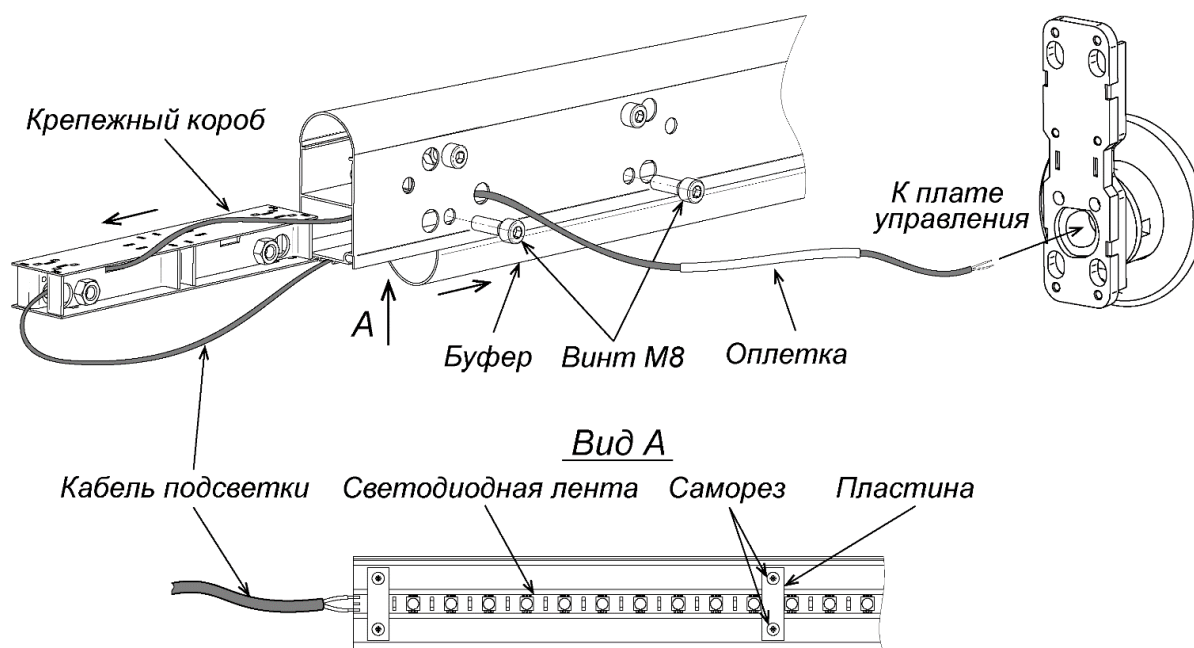
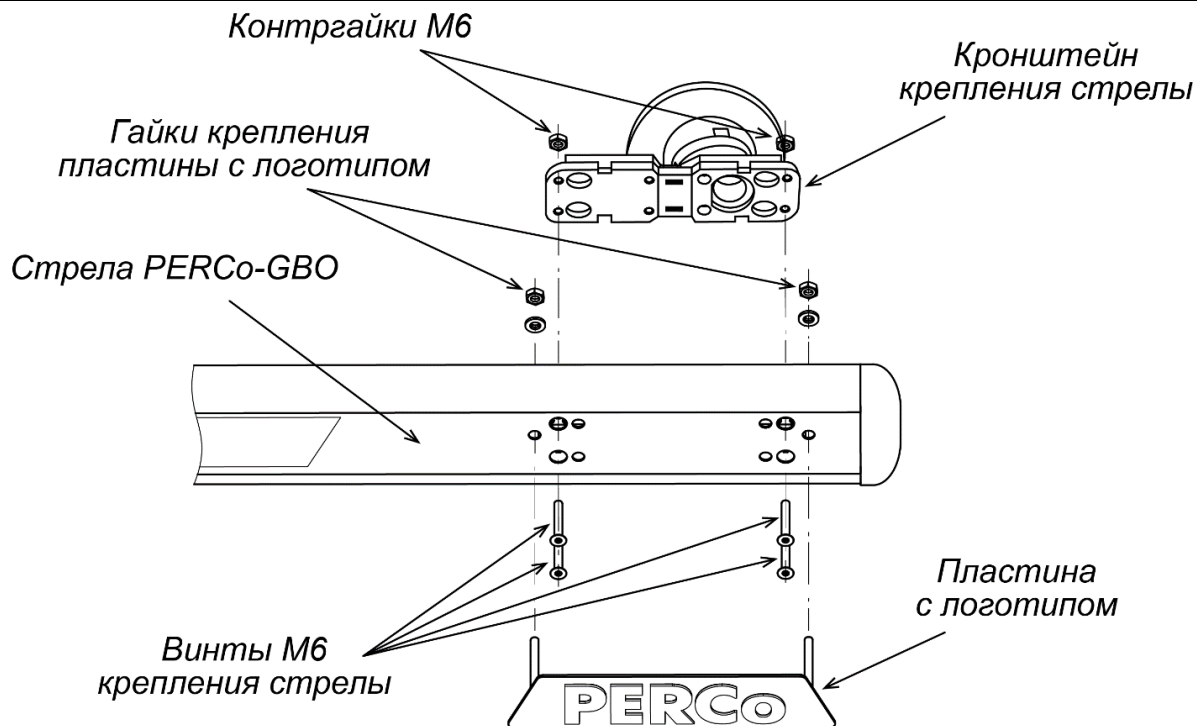

Рисунок 15. Монтаж подсветки стрелы *PERCo-GBO*
Рисунок 16. Монтаж стрелы PERCo-GBO
Для предохранения механизма шлагбаума от сильного горизонтального воздействия на стрелу (наезда) в ее конструкции предусмотрены саморазрушающиеся пластиковые элементы. Это могут быть либо пластиковые предохранители, установленные на крепежном коробе стрелы GBO или переходной пластине стрелы GBR (см. рис. 15 и 16), либо в качестве предохранителей могут использоваться пластиковые винты М6 вместо металлических для крепления стрелы. Для замены поврежденных при наезде элементов в комплекте стрелы имеется их запас.
4. Проденьте провода светодиодной ленты 12В внутрь крепежного короба и через стрелу, как показано на рис. 15. вставьте короб обратно внутрь стрелы. Аккуратно, не повредив их, вытяните провода подсветки из отверстия в стреле и проверьте их укладку в стреле.
Для предохранения механизма шлагбаума от сильного горизонтального воздействия на стрелу (наезда) в ее конструкции предусмотрены саморазрушающиеся пластиковые элементы. Это могут быть либо пластиковые предохранители, установленные на крепежном коробе, либо в качестве предохранителей могут использоваться пластиковые винты М6 вместо металлических для крепления стрелы (см. рис. 16). Для замены поврежденных при наезде элементов (запасные идут в комплекте стрелы) необходимо будет вынуть крепежный короб из стрелы (см. рис. 15).
При помощи четырех потайных винтов М6 установите стрелу на кронштейн крепления стрелы шлагбаума (**используйте динамометрический ключ, момент затяжки – не более 1 Нм**), после чего вставьте декоративную пластину с логотипом в отверстия стрелы и зафиксируйте ее гайками (см. рис. 16).